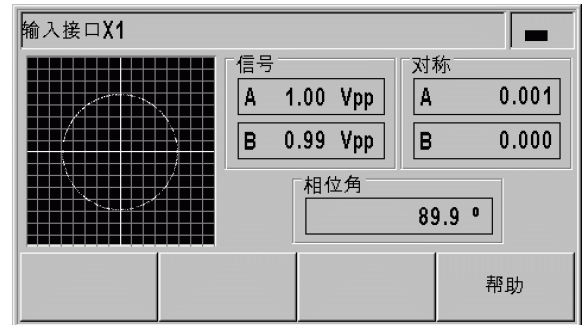

图 II.38 编码器测试：1 Vpp 接口
- ▶ 编码器运动时，A 通道和 B 通道信号显示为李萨约图（参见图 II.38），并显示幅值，对称性，相位偏移量值。